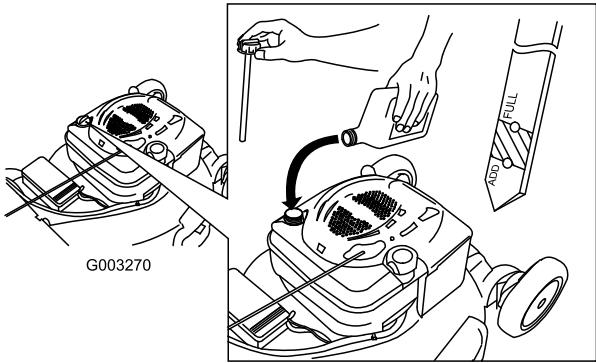

Figure 7
- Retirez la jauge (Figure 7).
- Versez de l'huile **lentement** dans le goulot de remplissage pour faire monter le niveau de liquide jusqu'au repère du plein (Full) sur la jauge (Figure 7). **Ne remplissez pas excessivement.** (Remplissage max. : 0,59 l (20 oz), type : huile détergente